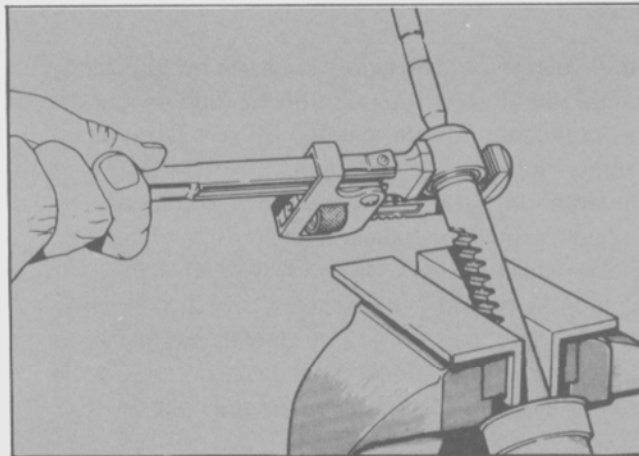

Fig. 4 - Desmontaje de las barras de acoplamiento. Cremallera retenida en una morsa con las mordazas de protección.
- Desmontar la barra de acoplamiento utilizando las herramientas adecuadas. (Fig. 4).